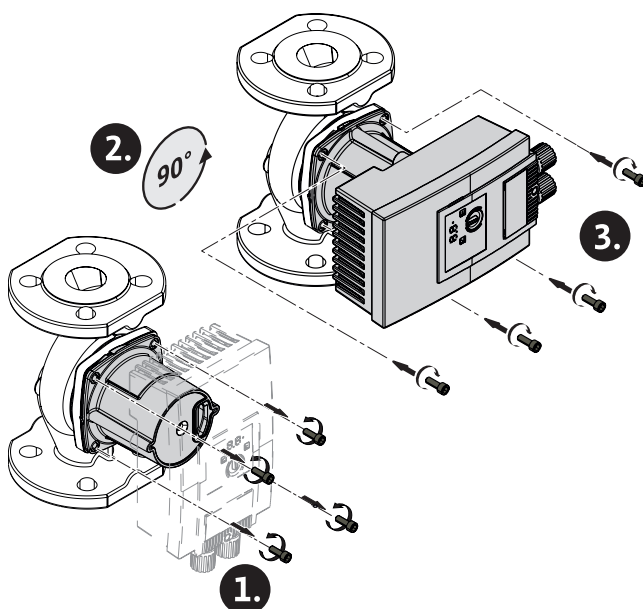

Fig. 5: Alinhar o motor
2. Soltar a cabeça do motor e rodar cuidadosamente → Fig. 5.